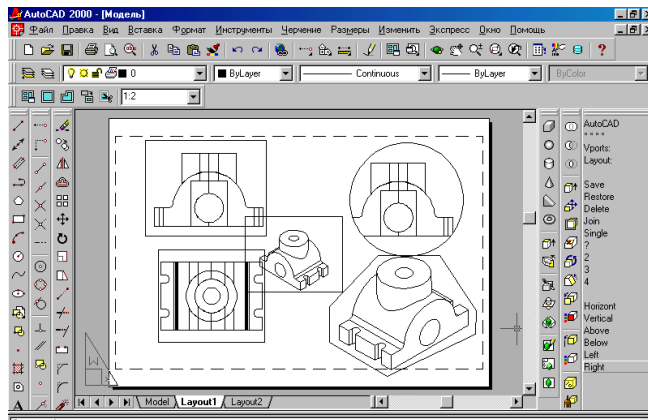

Рис.6.4. Создание плавающих видовых экранов
- в пространстве листа преобразует замкнутый примитив в графического создаваемого видового экрана нестандартной формы (рис.6.4 – предварительно построенная окружность преобразована в видовой экран);
- в пространстве листа подрезает существующий видовой экран многоугольной линией (необходимо выделить видовой экран и в ответ на появившийся запрос отрисовать замкнутый многоугольник нужной формы и размеров, что и сделано на рис. 6.4. Прямоугольный экран заменен на многоугольный);
Видовые экраны могут располагаться в любом месте графического экрана, даже за пределами рабочего поля (в этом случае они не выводятся на печать). Видовые экраны могут пересекаться (рис.6.4).
описанными в разделе 2.1 установить необходимый вид. В каждом видовом экране можно установить свой масштаб. Для этого надо выделить видовой экран (в режиме лист щелкнуть левой кнопкой мыши по рамке экрана) и указать новый масштаб (рис.6.4).